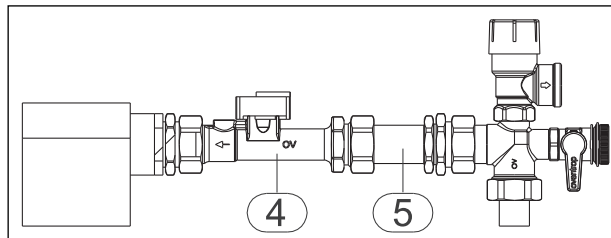

Fig. 2: Montage capteur de débit Vortex
- Remplacer le circulateur primaire «Wilo RS» (pos. 1) par le circulateur «Wilo-Yonos PARA» en respectant le bon sens de circulation (vers le bas).
- Dévisser la sonde de température (pos. 2) et la remplacer par la sonde de température livrée.
- Démonter la roue à ailettes du capteur de débit (pos. 3). Monter le capteur de débit Vortex livré (pos 4) avec le manchon (pos. 5) comme indiqué sur la fig. 2.